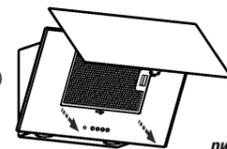

рис. 4
6.1.1 Перед установкой вытяжки снимите алюминиевый фильтр (рис. 4).
- потяните за нижний край откидной панели, как показано на рис.4 и откройте ее;
8.3 Для очистки алюминиевого фильтра извлеките его из вытяжки (рис.4). Произведите очистку фильтра с помощью щетки горячим водным раствором нейтрального моющего средства вручную или в посудомоечной машине (при 60°С). Сильно загрязненный фильтр не следует мыть в посудомоечной машине вместе с посудой. Старайтесь не сгибать фильтр при мойке. Возможное изменение цвета фильтра с течением времени, не приводит к снижению эффективности его действия.